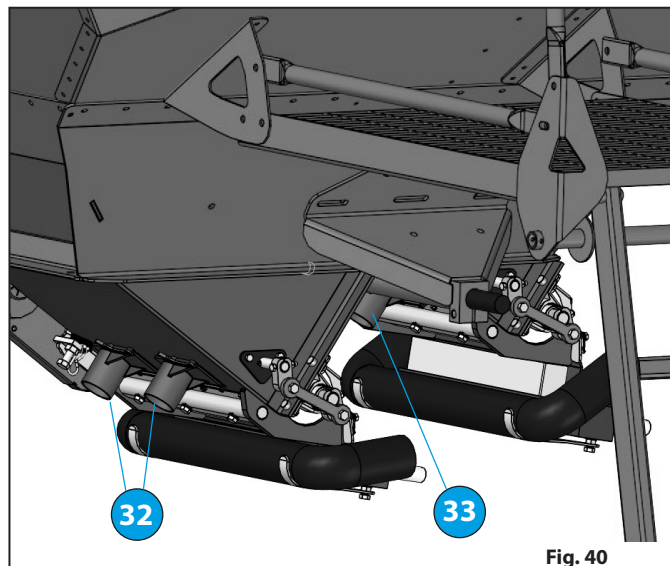

Fig. 40
- W celu opróżnienia zbiorników, umieścić worki pod otworem **32** służącym do opróżnienia zbiornika z ziarna i pod otworem **33** służącym do opróżnienia zbiornika z nawozu granulowanego "Fig. 40".